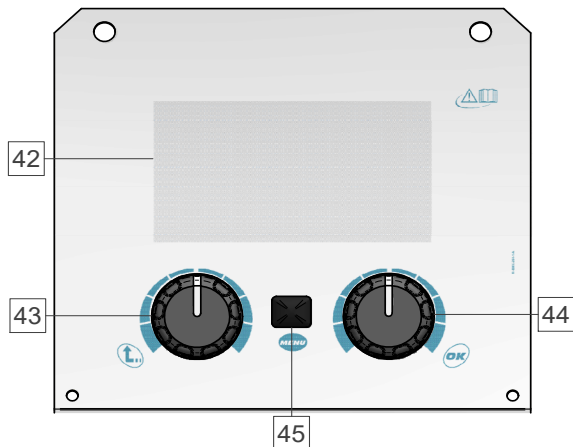

Figura 8
- Visualización PRO (Figura 8.)
- Seleccione una de las visualizaciones (Basic – Figura 7 o PRO – Figura 8).